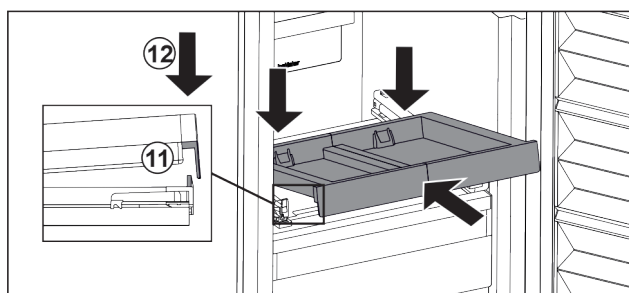

Fig. 103
- ▶ Inșerați-l oblic. Aveți în vedere ca opritorul să fie în spatele lamelei pe ambele părți. Fig. 103 (11)
- ▶ Depuneți raftul extractibil în față. Fig. 103 (12)